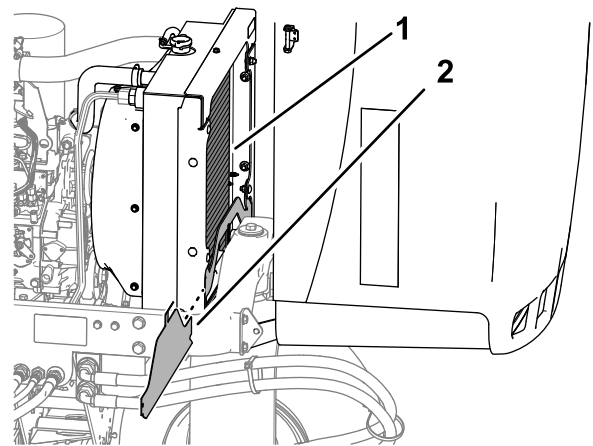

Bild 78
4. Entfernen Sie das untere Kühler-Schutzblech (Bild 78).
5. Reinigen Sie beide Seiten des Kühlers gründlich mit Wasser oder Druckluft (Bild 78).